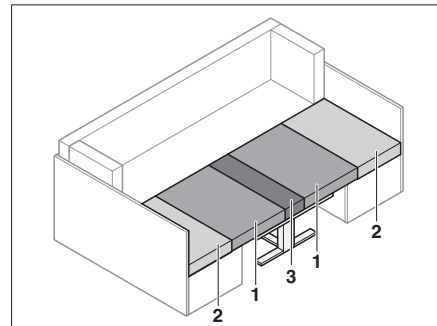

Bild 69 Efter ombyggnaden
- Ta bort ryggdynan (Bild 69,2).
- Drag sittdynorna (Bild 69,1) till mitten.
- Skjut in ryggdynorna (Bild 69,2) mellan sittdynorna (Bild 69,1) och ytterväggen.
- Lägg extradynan (Bild 69,3) mellan sittdynorna (Bild 69,1) på bordet.